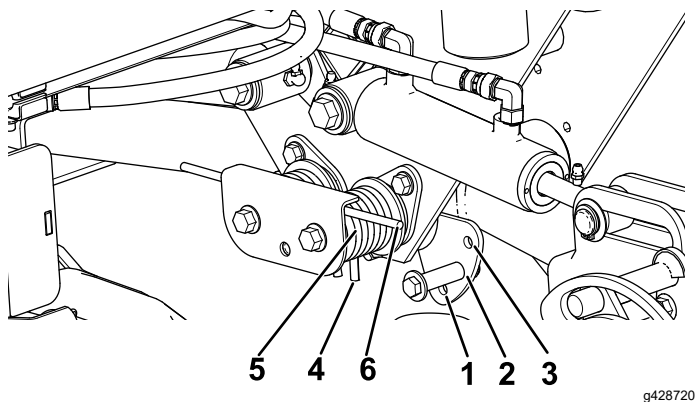

Figura 45
Per modificare la configurazione della pressione verso il basso, la piastra di raccolta deve essere rimossa per poter spostare le due molle da un lato, in modo che l'estremità più corta della molla passi sul bordo superiore del gruppo di raccolta (Figura 45).
2. Infilate un tubo o un oggetto simile sull'estremità della molla lunga al fine di allentare la tensione della molla durante la messa a punto (Figura 45).
3. Mentre allentate la tensione della molla, togliete il bullone e il dado di bloccaggio che fissano l'attuatore della molla alla staffa (Figura 45).